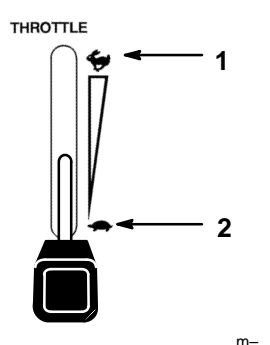

Figure 5
1. Mettre la manette des gaz en position LENT (Fig. 5).